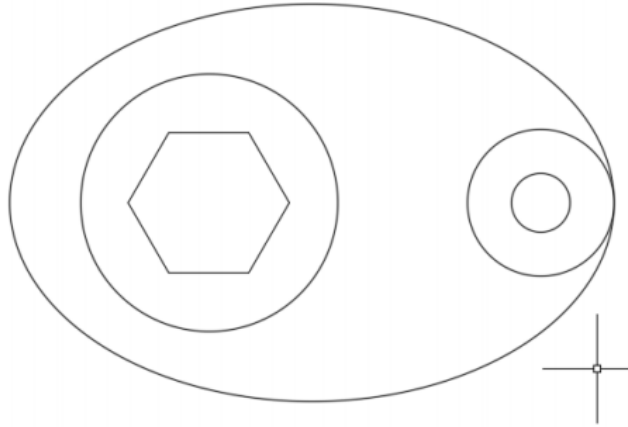

Figura 5.26. Después de aplicar el comando Polygon.
Paso 5: digite el comando Polygon: POL (SELECCIONE EL NUMERO DE LADOS) y Enter. (figura 5.26)